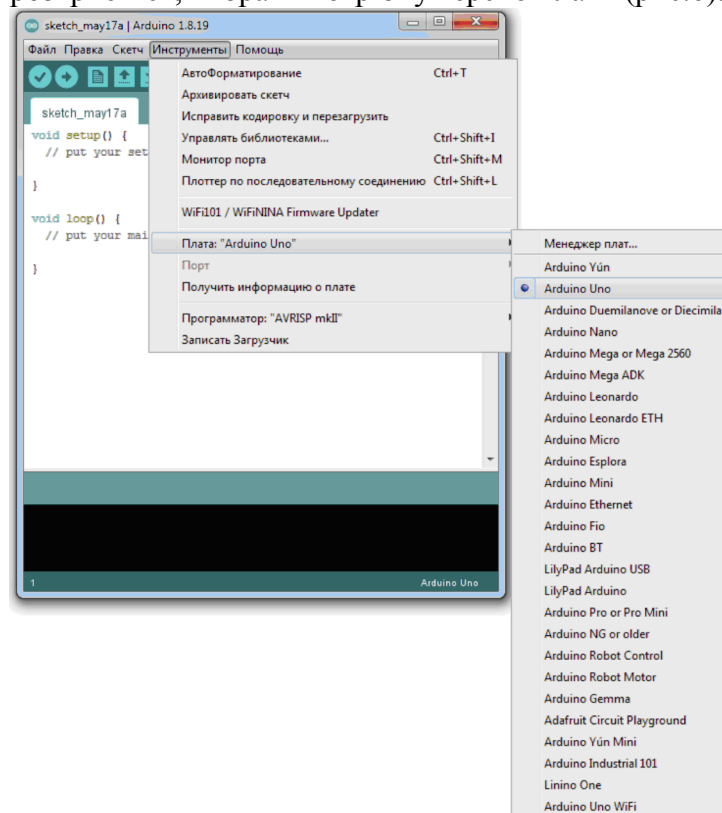

Рис. 6
- ◇ відкрити програму Arduino і натиснути на вкладку «Tools» («Інструменти»). У вікні, що розкриється, вибрати потрібну версію плати (рис.6).